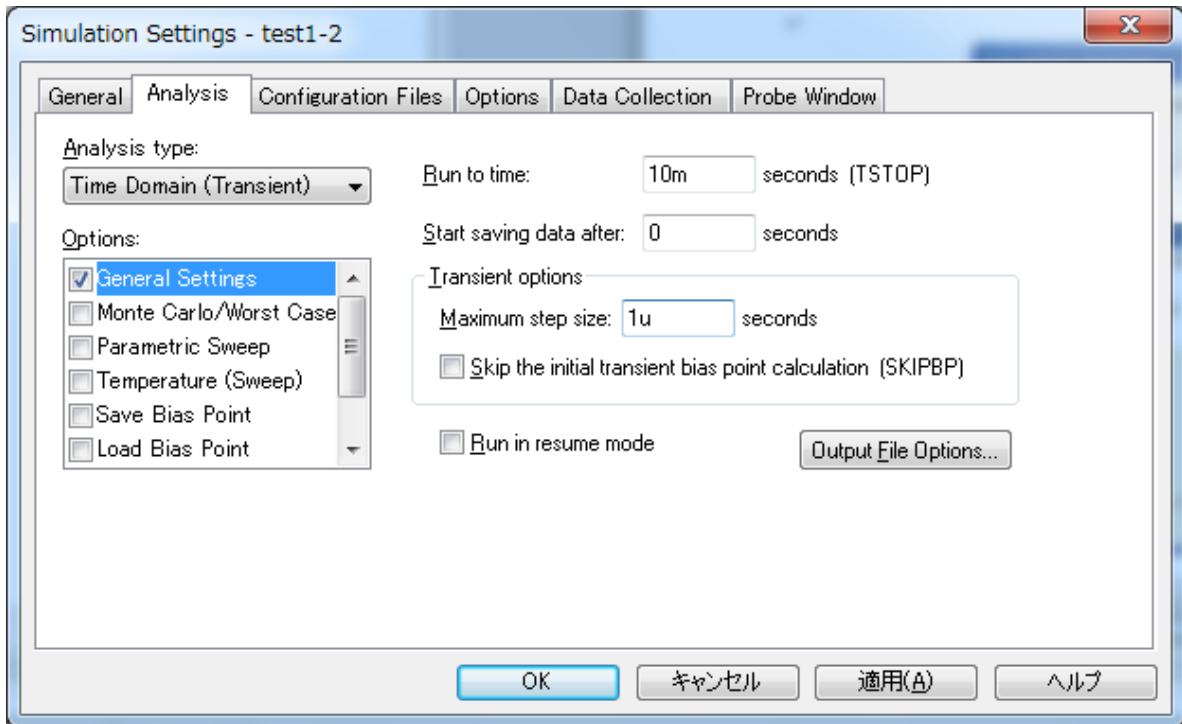

図 3. 15 Simulation Settings ウィンドウ
(1) 同じ回路を利用して今度は波形を観測する。[PSpice]→[New Simulation profiles]を選択し、"Name"欄に test1-2 を入力する。次に、"Simulation Settings"ウィンドウの"Analysis type"のプルダウンメニューから"Time Domain(Transient)"を選択する。このとき、"Options"で"General Settings"にチェックが入っていることを確認すること (図 3. 15)。